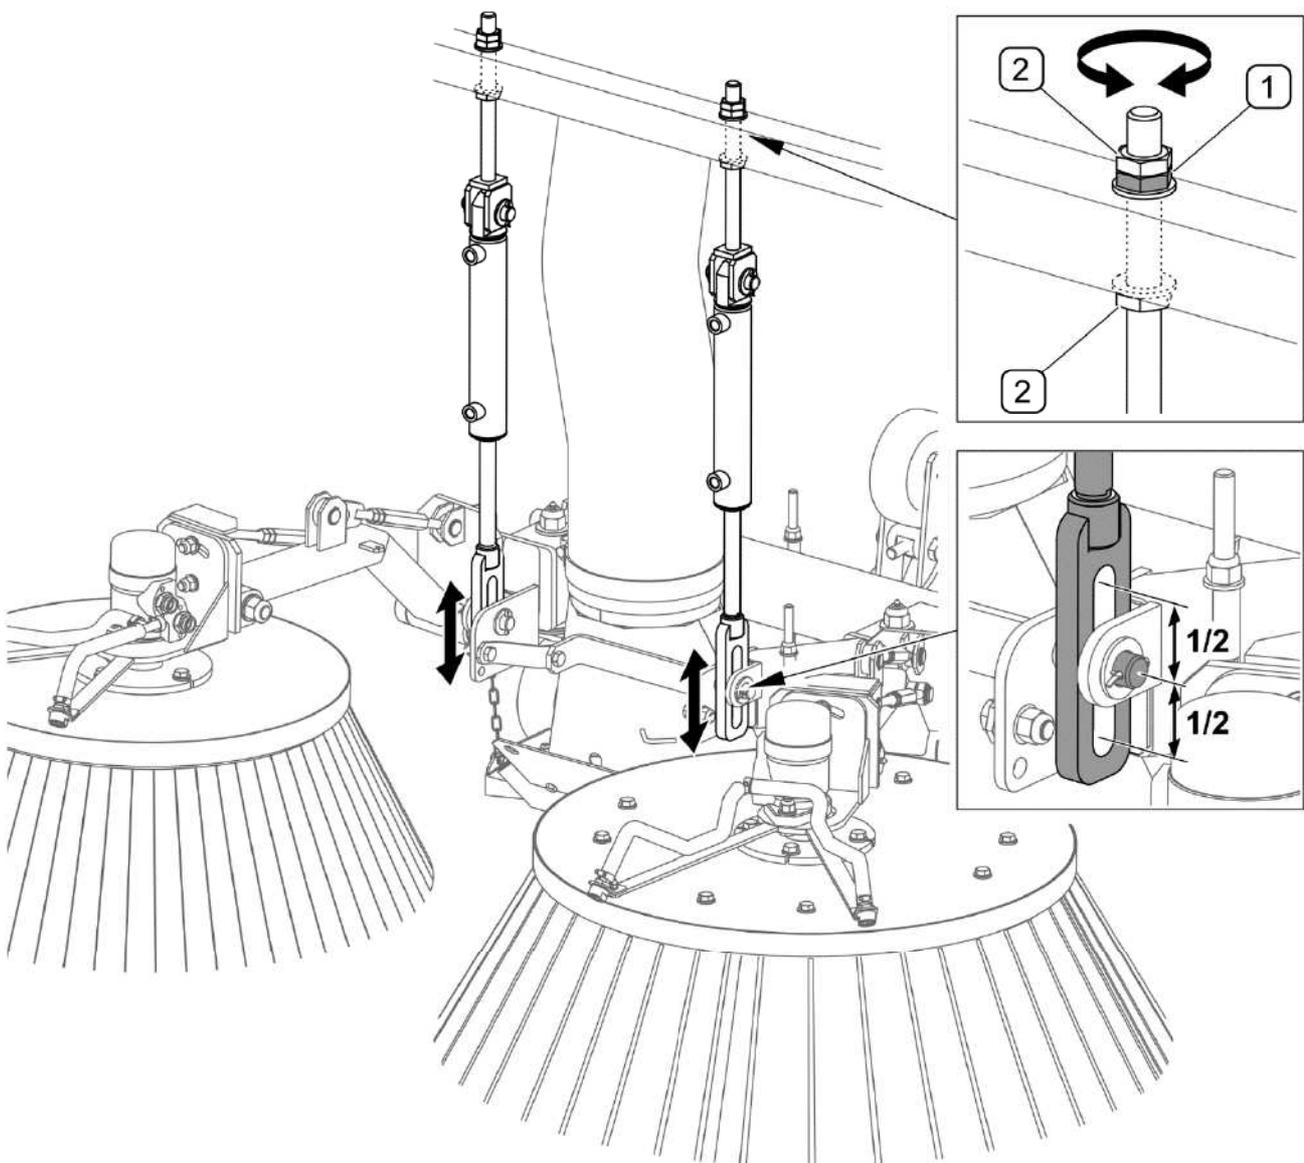

FIGURE 5.10 Le réglage du copiage du terrain
- 5) Le réglage du copiage du terrain (FIGURE 5.10)
Après l'abaissement du groupe de balayage, le boulon de fixation doit être placé au milieu de l'encoche longitudinale (FIGURE 5.10). Le réglage correct de la suspension du groupe de